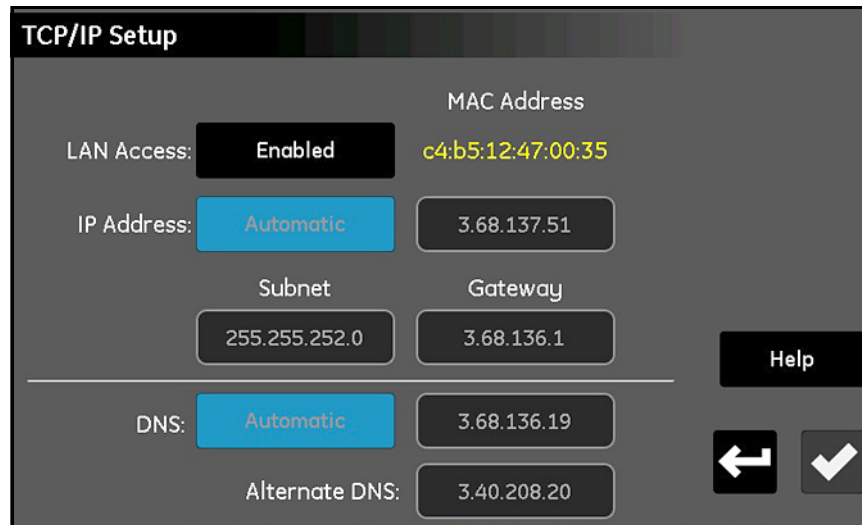

Figura 69: La schermata Configurazione TCP/IP
1. Dalla schermata menu *Configurazione* (Figura 52 a pagina 57), toccare il pulsante **TCP/IP** per aprire una schermata *Configurazione TCP/IP* simile a quella nella Figura 69.